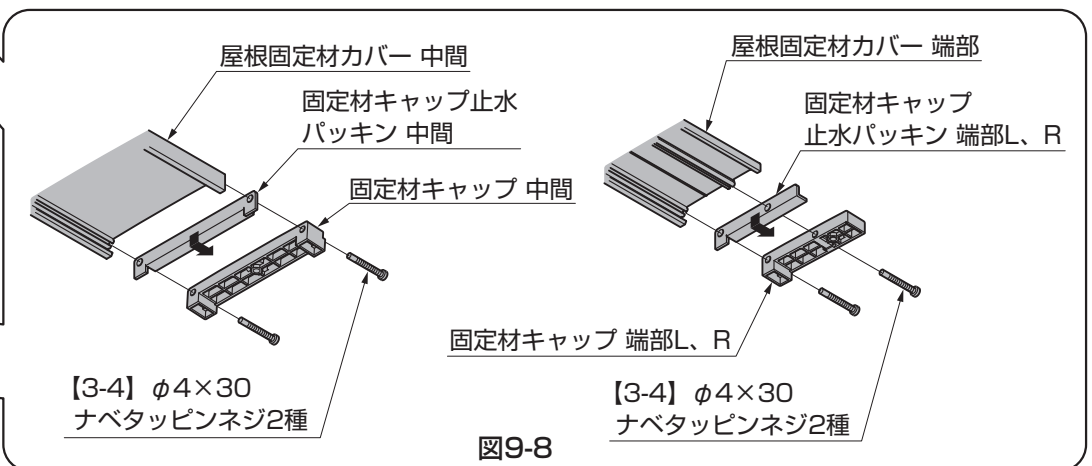

図9-8
③ 固定材キャップ止水パッキン、固定材キャップを屋根固定材カバーに【3-4】で取付けてください。(図9-8参照)